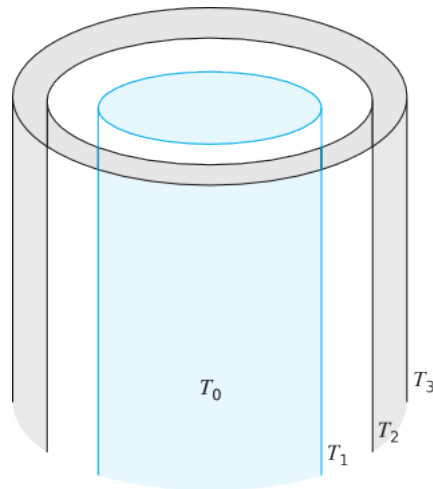

Figura 1: Envase térmico.
**Ejercicio 6.** En los envases térmicos que se ilustran en la Figura 1, el compartimiento interior está separado del medio ambiente por vacío. Hay una cubierta exterior alrededor de los envases. Esta cubierta está separada de la capa media por una capa delgada de aire. La superficie de afuera de la cubierta exterior está en contacto con el aire del ambiente.